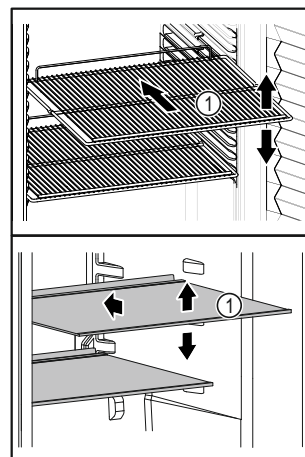

Fig. 4 Beispielhafte Darstellung
- Wenn Ablageflächen Fig. 4 [1] versetzbar sind, Ablageflächen je nach Höhe anpassen.